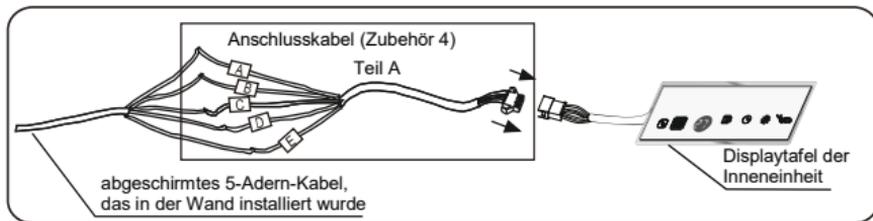

Abb. 3.7
- 2) Schließen Sie den größeren 5-poligen Stecker vom Teil A des Anschlusskabels an der Displaytafel der Inneneinheit an. Schließen Sie die Adern vom anderen Ende des Teils A des Anschlusskabels (abgeschnittenes Ende) am abgeschirmten 5-Adern-Kabel an, das in der Wand installiert wurde (siehe Abb. 3.7).